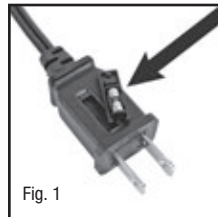
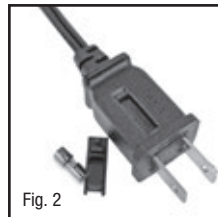

Fig. 1
Fig. 2
- Si le ventilateur perd de sa puissance ou bien si vous soupçonnez que le fusible est grillé, commencez par séparer le porte-fusible de recharge de la fiche (fig. 1). Sortez le fusible de recharge de son logement en plastique et mettez ce fusible de côté (fig. 2).